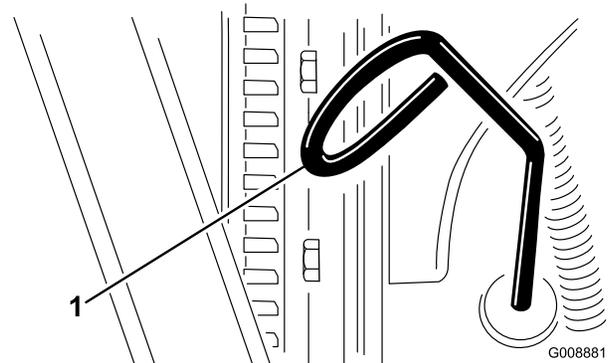

図 37
2. ディップスティック 図 37 を抜きウェスで一度きれいに拭く。